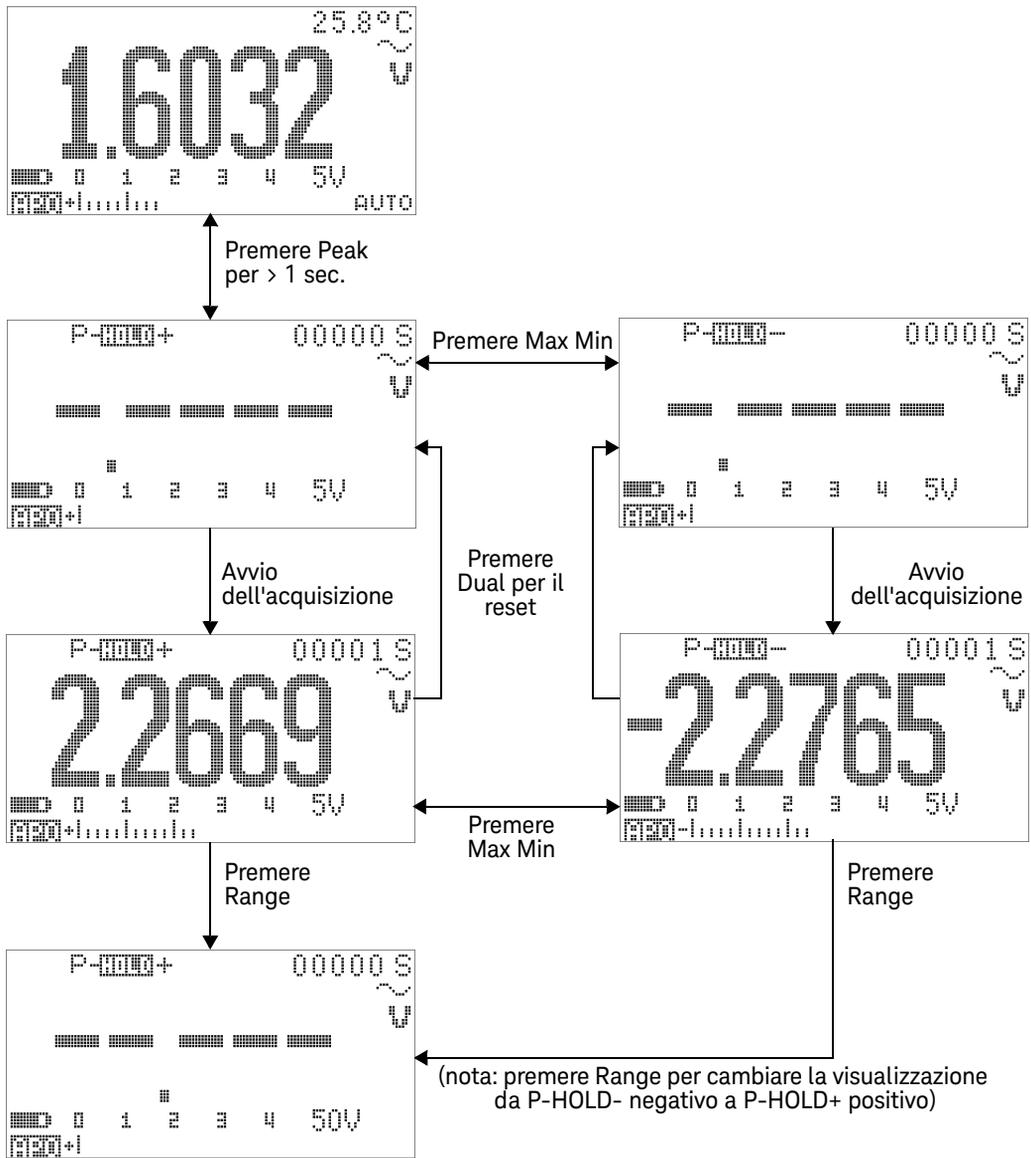

Figura 3-7 Funzionamento in modalità Peak Hold 1 ms
- 4 Nell'esempio di misurazione nella Figura 3-7 a pagina 100, il fattore di cresta sarà $2,2669/1,6032 = 1,414$.